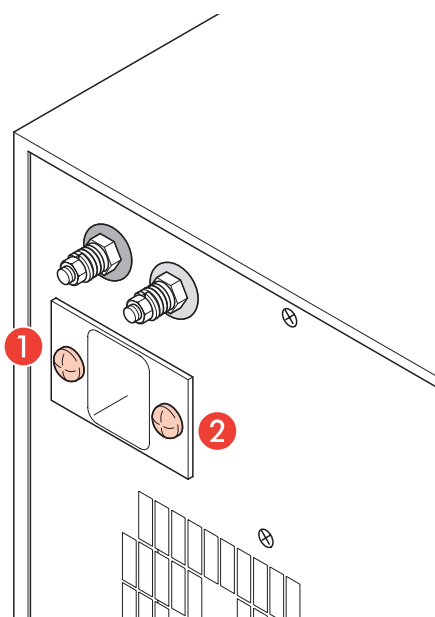

Fig. 5
1. Desserrez les vis **1** e **2** de la figure 5 sans les dévisser entièrement